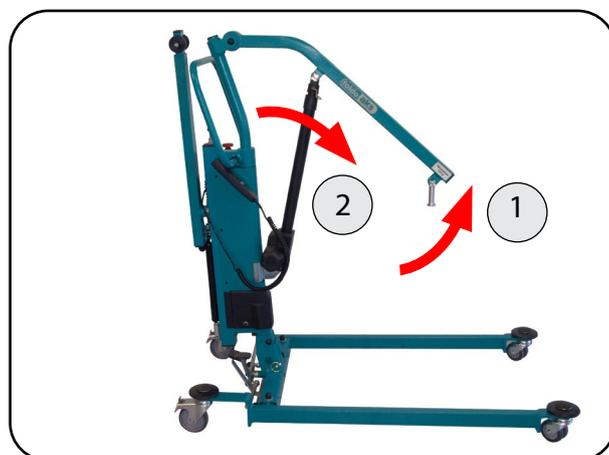

Abbildung 12
7. Schwenken Sie den Hebearm hoch und befestigen Sie den Hubantrieb mit dem Universalbolzen an der Haltelasche (Abbildung 12).